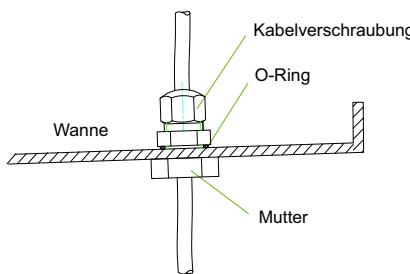

Abb. 1.8:
- 1) Bohren Sie in der Nähe einer vorhandenen Kaberdurchführung ein Loch Ø 16 mm für eine zusätzliche Verschraubung in die Kondensatwanne und befestigen Sie die mitgelieferte Zugentlastung.(siehe Abb. 1.8 auf S. 3)